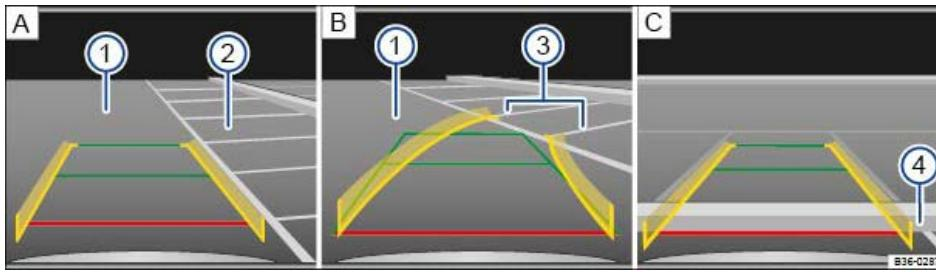

Abb. 205 Bildschirmanzeige der Rückfahrkamera: Einparken im Modus 1.
Legende zu ⇒ Abb. 205 :
4.	Fahrzeug vor der Parklücke (2) positionieren ⇒ Abb. 205 A .
6.	Langsam rückwärtsfahren und dabei so lenken, dass die gelben Linien entlang der seitlichen Begrenzungslinien (3) in die ausgewählte Parklücke führen B . Folgende Meldung beachten: Fahrweg kontrollieren! ⇒ ⚠ !
7.	Fahrzeug in der ausgewählten Parklücke so ausrichten, dass die grünen und gelben Linien mit den seitlichen Begrenzungslinien (3) der ausgewählten Parklücke übereinstimmen.
8.	Spätestens wenn die rote Linie die hintere Begrenzung, z. B. den Bordstein (4), erreicht hat, das Fahrzeug stoppen C .